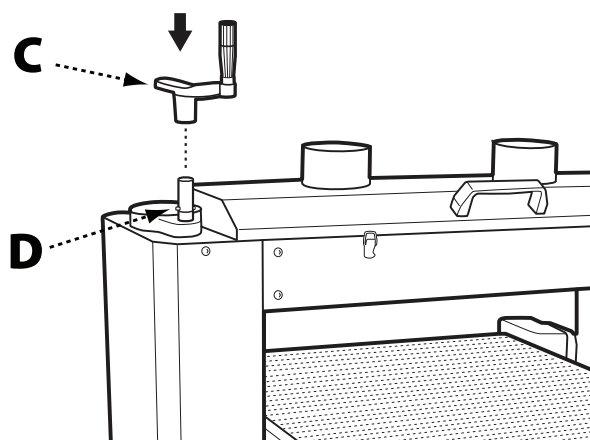

FIG. 3
1. Installez la manivelle d'élévation de la table (C) en alignant la rainure au bas de la manivelle avec la goupille située sur l'arbre (D). Voir Fig. 3.